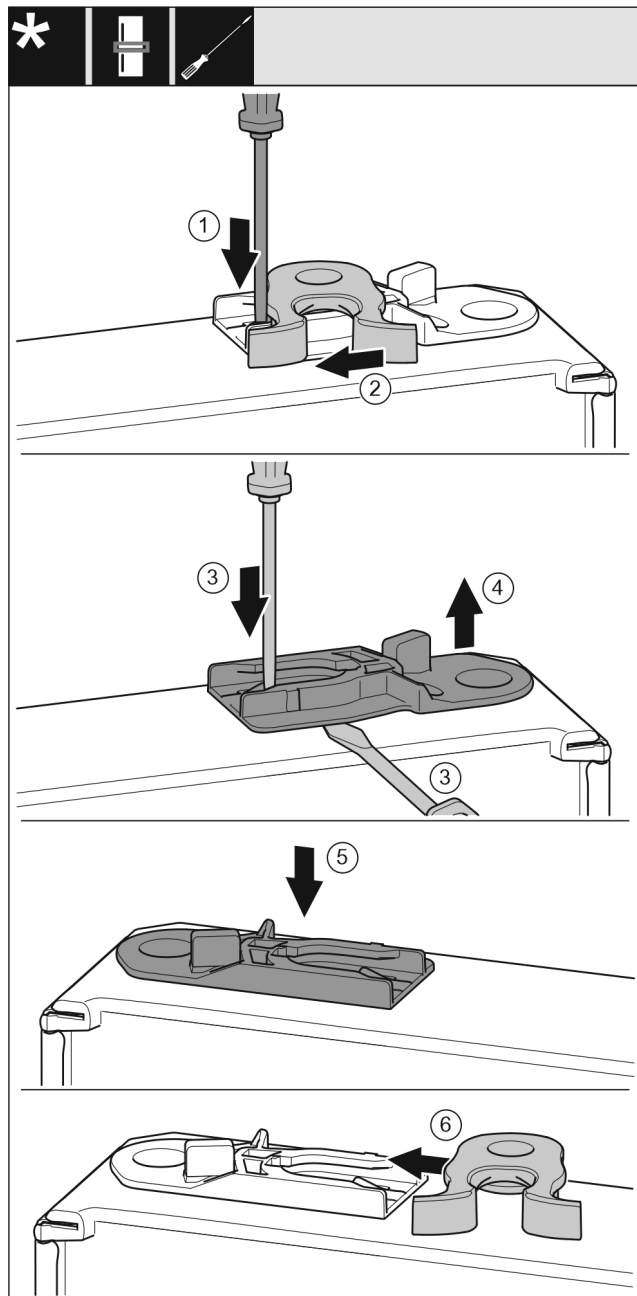

Fig. 17
- ▶ За допомогою шліцевої викрутки притисніть униз накладку. Fig. 17 (1)
- ▶ Витягніть із напрямної запірний гачок. Fig. 17 (2)
- ▶ Витягніть направляюче гніздо: Натисніть шліцевою викруткою накладку і одночасно підведіть її під направляюче гніздо. Fig. 17 (3, 4)
- ▶ Направляюче гніздо, що входить до складу поставки, вставити з іншого боку корпусу. Fig. 17 (5)
- ▶ Вставте в направляючу запірний гачок. Fig. 17 (6)